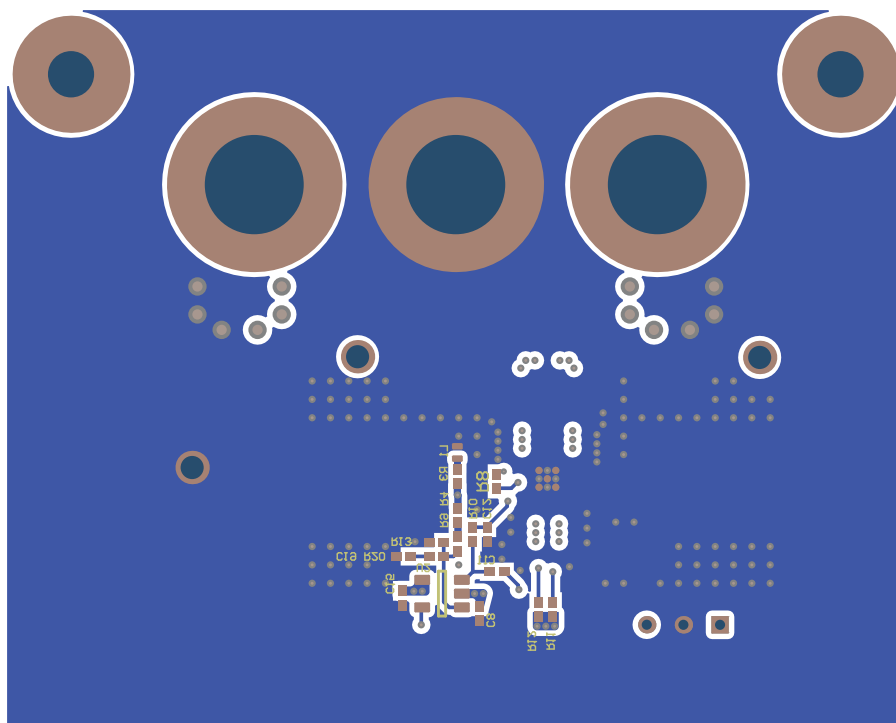

図 8-12. レイアウト例：下層
- **高精度の信号路:** 高精度オペアンプと個別部品で構成されており、信号路を調整および移動することで、前の 2 つのポイントが優先されます。図 8-12 では、高精度部品を PCB の反対側に、BUF802 として配置しています。